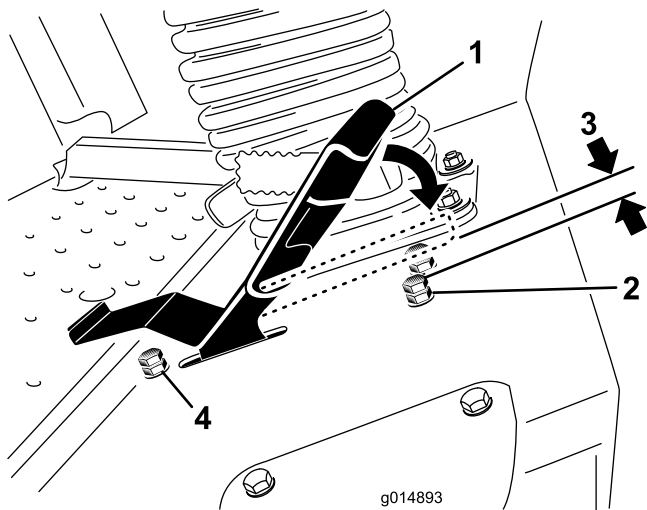

図 47
3. 走行ペダルのストップボルトについているジャムナットをゆるめる(図 47)。